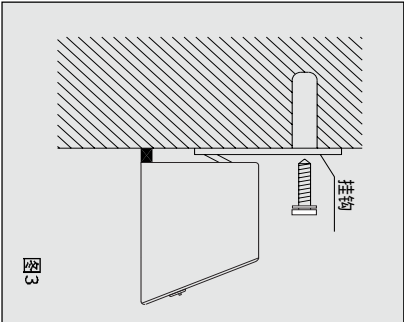

图 3
- 2、把止动板紧压机壳顶面，带孔面靠墙对准上排的2个膨胀管孔，旋入木螺钉拧紧，如图 3 所示。